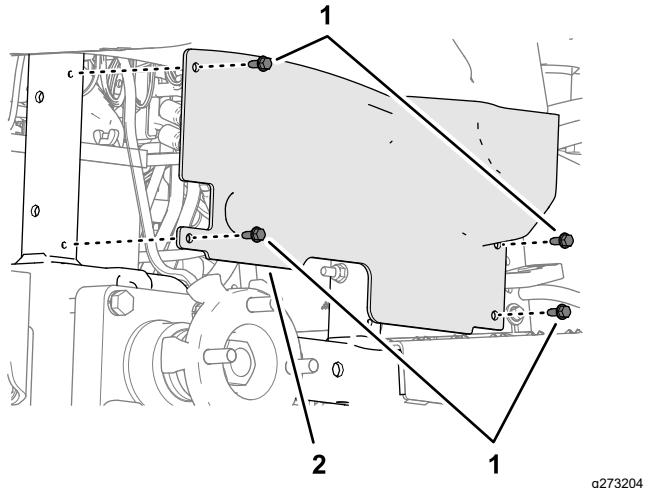

Figura 31
3. Retire os quatro parafusos flangeados ($\frac{1}{4}$ pol. x $\frac{5}{8}$ pol.) que prendem o resguardo da roda ao chassis da máquina (Figura 31).
6. Alinhe os furos no resguardo da roda com a estrutura da máquina (Figura 31) e prenda o resguardo à estrutura com os quatro parafusos flangeados ($\frac{1}{4}$ pol. x $\frac{5}{8}$ pol.) que removeu no passo 3.